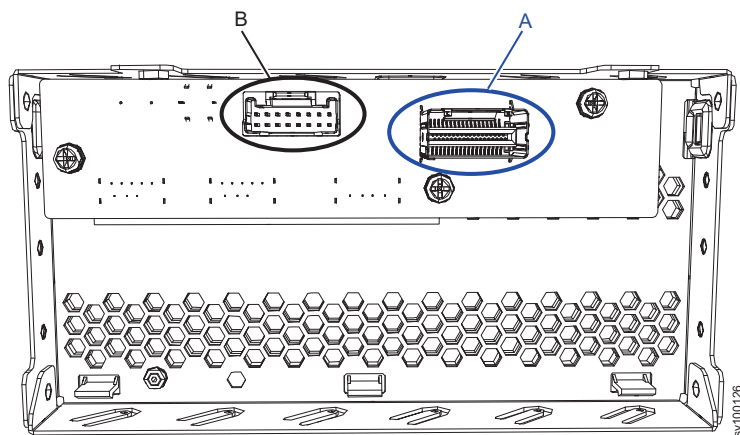

図 264. オペレーター情報パネルの背面にあるケーブル・コネクタ
3. 347 ページの図 264 に示すように、オペレーター情報パネル の背面にあるコネクタから各ケーブル (**A** および **B**) を慎重に取り外します。